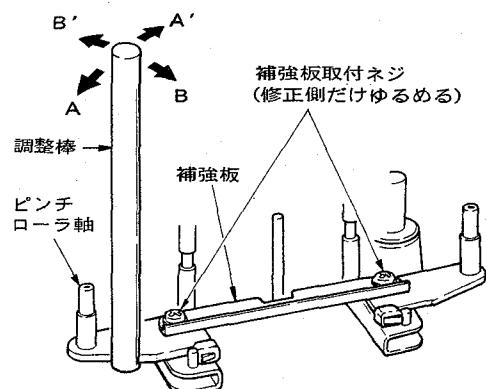

図13 ピンチ・ローラ軸傾きの修正
- 平行でない場合は、調整棒を使用して図13に示すA又はA'方向にピンチ・ローラ軸の傾きを修正する。(調整棒 品番 5736000100)
- 平行でない場合は、調整棒を使用して図13に示すB又はB'方向にピンチ・ローラ軸の傾きを修正する。(調整棒 品番 5736000100)
- 移動する場合は、図13の方法でピンチ・ローラ軸の傾きを微調整する。